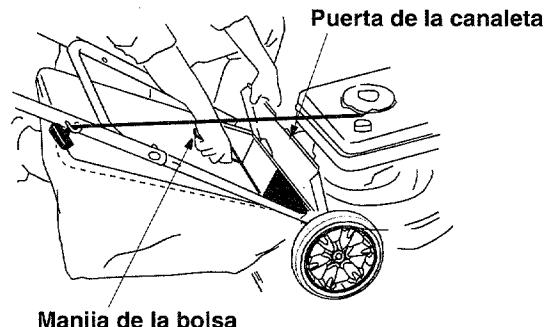

Figura 10
- Levante la puerta de descarga y tire de la bolsa de césped fuera de la cortadora según se muestra en la Figura 10.